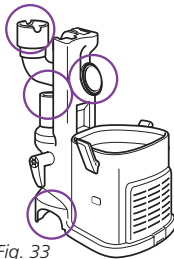

Fig. 33
- Saque el recipiente de la tierra y el tubo de extensión y separe la aspiradora compacta del cepillo eléctrico. Revise que no haya ninguna obstrucción en las 4 aberturas. (Fig. 33)